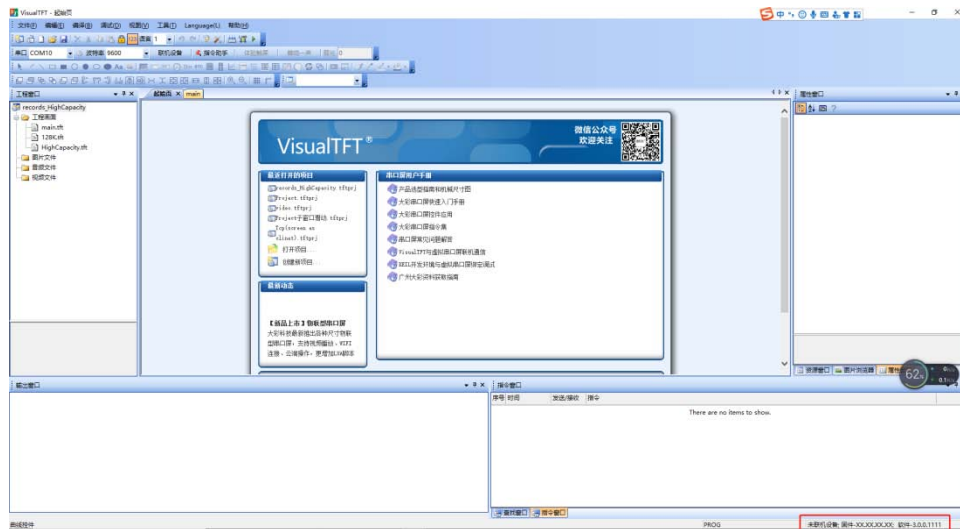

图 2-2 软件版本
b) 打开 VisualTFT, 在软件右下角可以查看软件版本图 2-2 软件版本, 最新版本可登录 <http://www.gz-dc.com/> 进行下载。